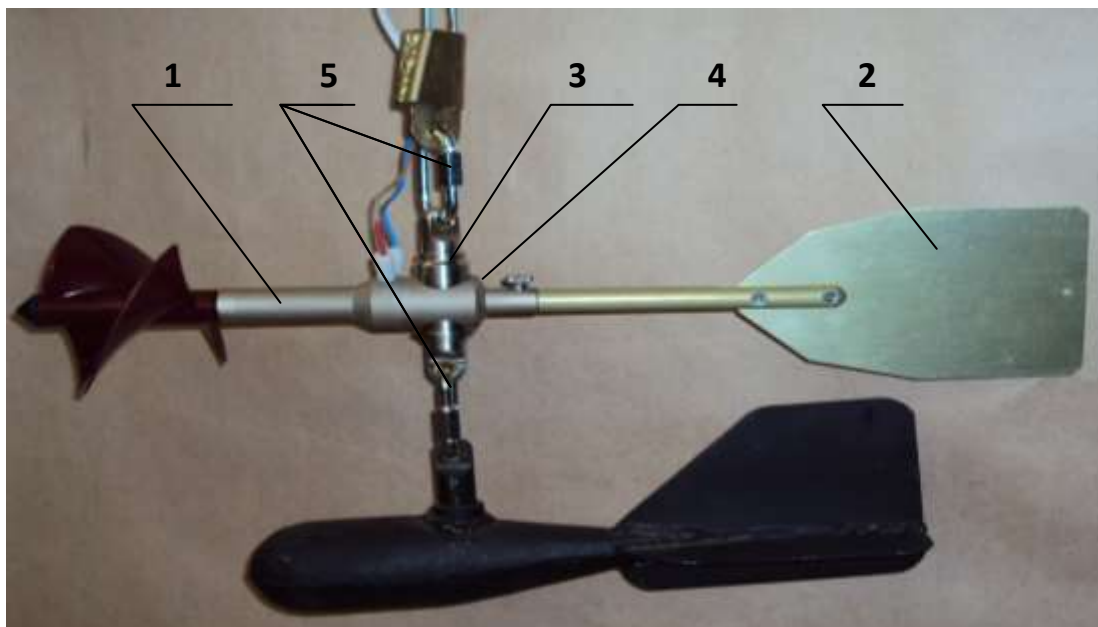

Рис. 5.5
9.2.1.2. Установить при работе с троса вертушку **1** либо непосредственно на гидрометрическом грузе **2** (см. рисунок 9.2), либо на вертлюге **3** (см. рисунок 5.5).